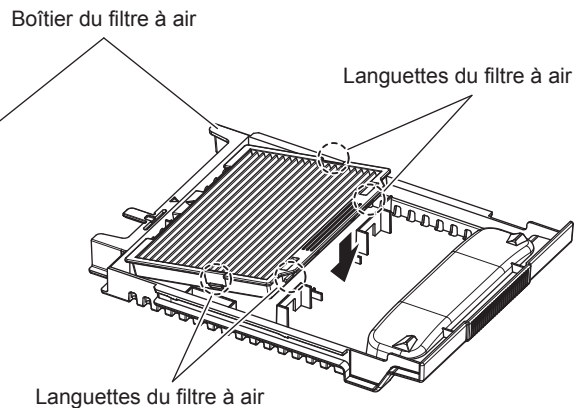

Fig. 2
2) Sortez le boîtier du filtre à air. (Fig. 2)
- Enfoncez le filtre à air dans le sens de la flèche, puis emboîtez solidement les languettes. (Fig. 2)